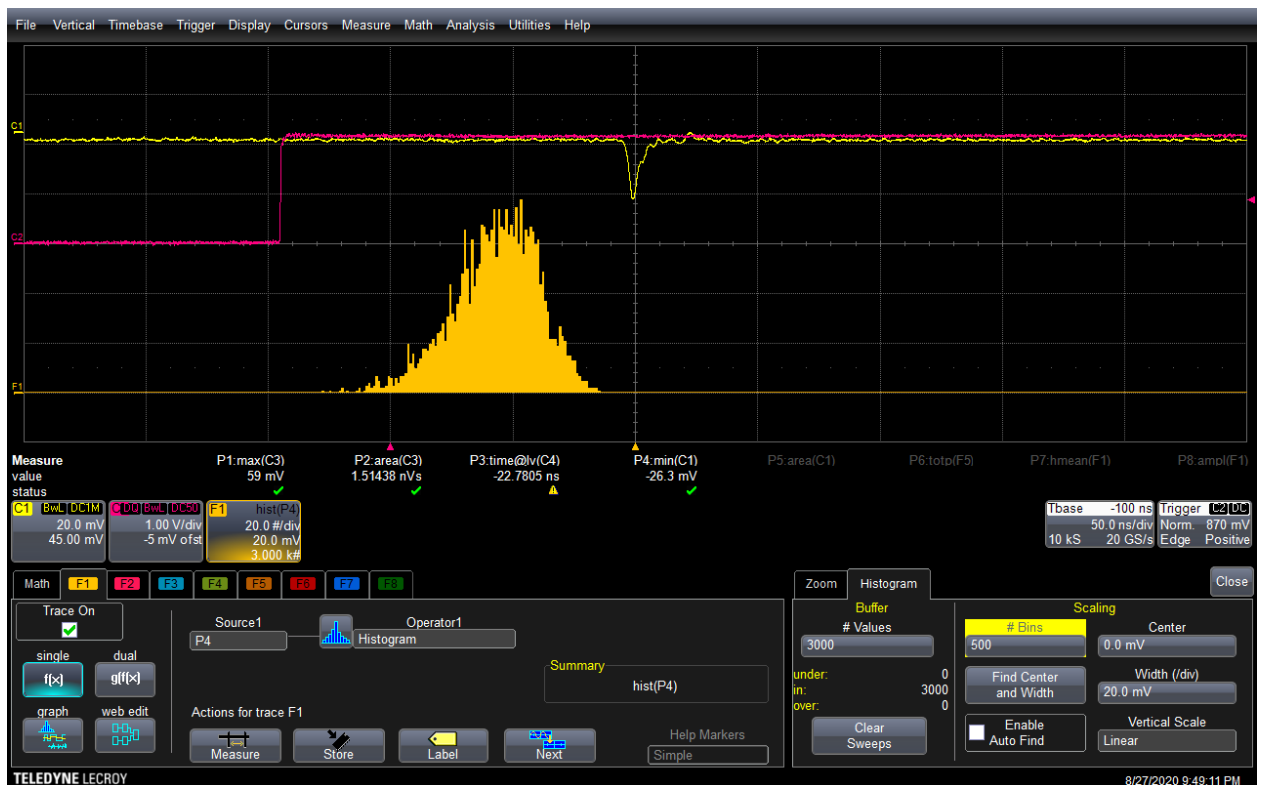

Рис. 22. Работа с осциллографом
8.5. Параметры гистограммы можно регулировать во вкладке «Histogram». К примеру, можно «сузить» гистограмму по горизонтали параметром «Width», а «сдвинуть» - параметром «Center». Также можно установить количество бинов в гистограмме в поле «Bins». Для быстрого автоматического представления гистограммы можно также воспользоваться кнопкой «Find Center and Width» (Рис. 22)